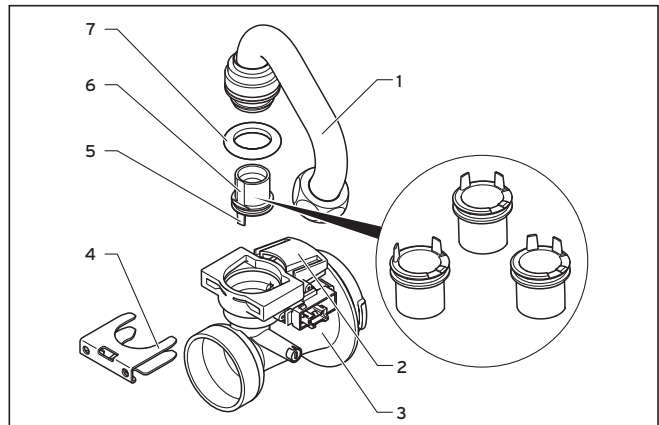

Fig. 2.2 Demontering af gastilslutningsrøret
- Fjern gastilslutningsrøret (**1, Fig. 2.2**) fra venturien (**3**), ved at trække klemmen (**4**) af og trække gastilslutningsrøret lodret ud. Bortskaf pakningen (**7**).
- Sørg for at gasdysen vender rigtigt ved hjælp af de angivne positionsmarkeringer på oversiden af venturien og positioneringsstiften (**5, Fig. 2.2**) på gasdysens underside.